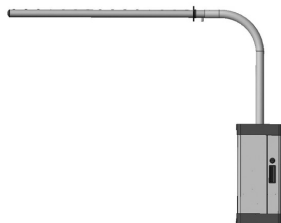

рис. 43
1. Внутри парораспределителя, независимо от его конфигурации, образуется определенное количество конденсата. Это конденсат должен удаляться, чтобы не препятствовать потоку пара. Если парораспределитель устанавливается выше пароувлажнителя и паровая трасса не имеет сифонообразных изгибов, устройство возврата конденсата может не устанавливаться (например, рис. 43).